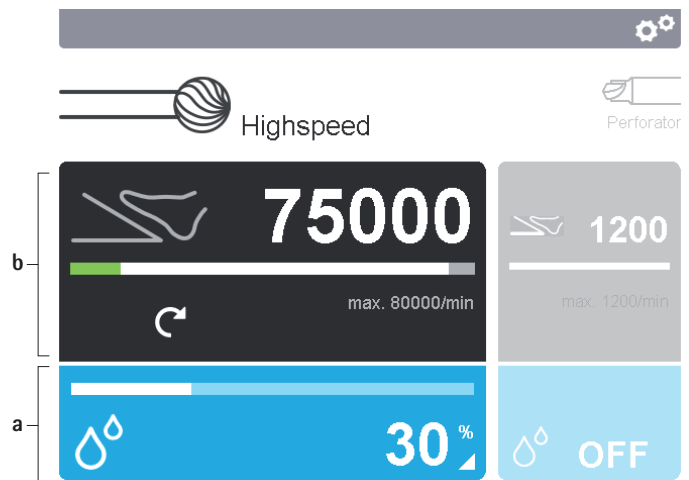

Fig. 5 Aktivering af betjeningsfelter
- ▶ Ændring af indstillingsparametre for anvendelsesdel: Aktivér betjeningsfeltet for anvendelsesdelen **b** i displayet **2**, se Fig. 5.